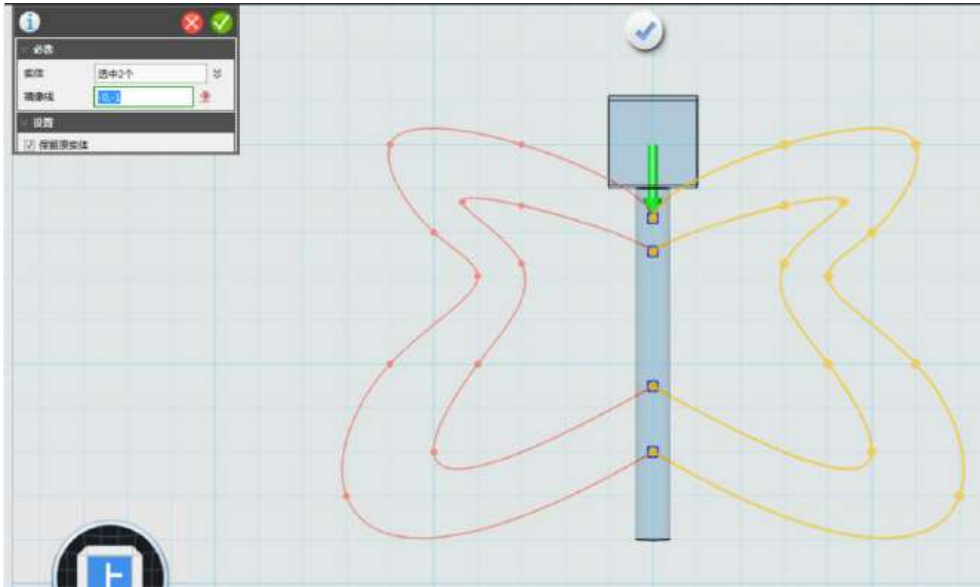

图 1-6
Step 6 点击“基本编辑”，选择“镜像”功能。实体选择之前绘制的两条线，方向选择图示位置的向下的箭头，绘制完后，点击确定（必须出现绿色箭头，没有绿色箭头说明，两条线不在同一条轴上），如下图 1-6 所示：